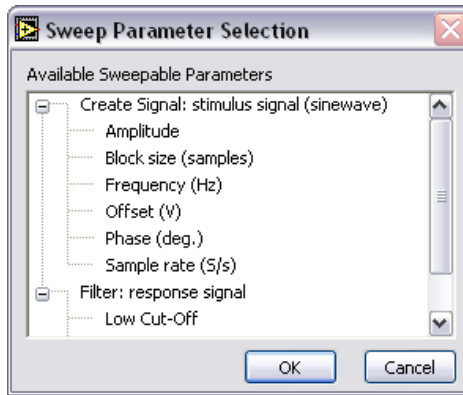

図 6-1 Sweep Parameter Selection ダイアログボックス
4. 図 6-1 のように、**Step Setup** ダイアログボックスの **Add** ボタンをクリックし、プロジェクトの各ステップの sweep パラメータのリストを表示します。